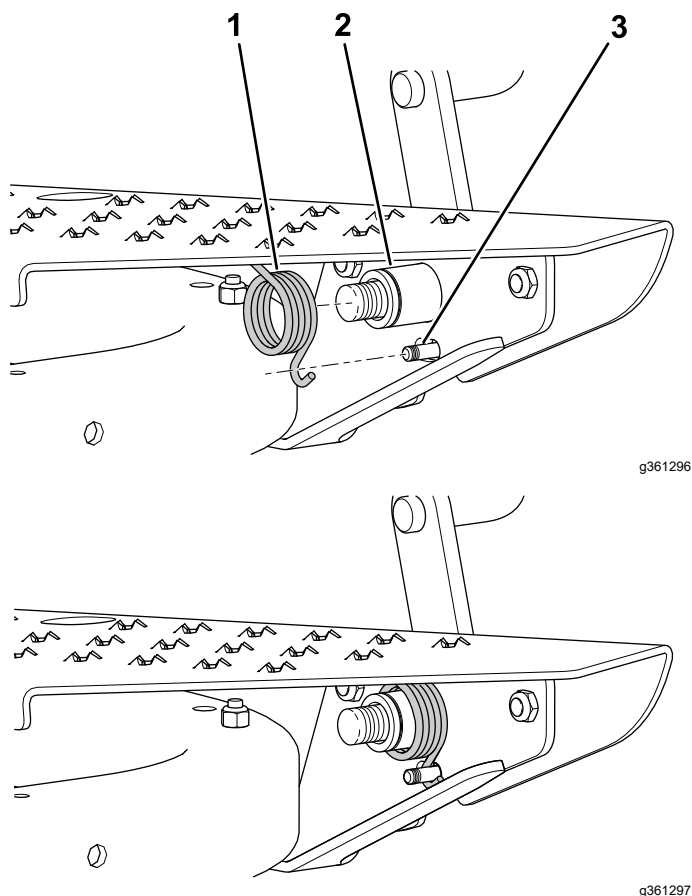

Figura 7
6. Deslice el muelle de torsión sobre el conjunto de cubo, enganchando un extremo del muelle en la clavija pequeña del pedal de bloqueo y presionando el otro extremo contra la chapa de suelo (Figura 7).
Nota: Posicione el muelle en el conjunto del cubo como se muestra en la Figura 7.